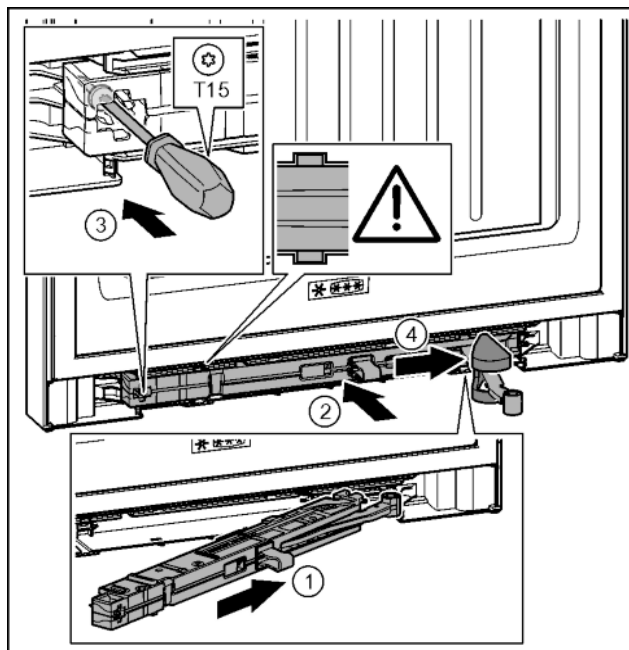

Fig. 35
- ▶ Вставить узел амортизатора со стороны опорного кронштейна в выемку до упора под наклоном. Fig. 35 (1)
- ▶ Полностью вставить узел амортизатора в выемку. Fig. 35 (2)
- ▶ Затянуть винт отверткой T15. Fig. 35 (3)
- ▶ Переместить крышку над шарниром. Fig. 35 (4)